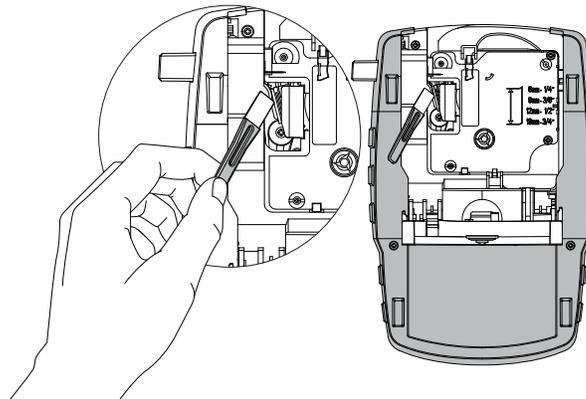

Figura 7
- 3 Passe cuidadosamente o lado da ferramenta com a almofada no cabeçote de impressão. Consulte a Figura 7.